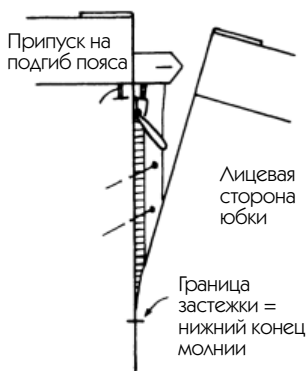

Рис. 270
2. Сначала приколите булавками молнию в застегнутом состоянии, как показано на рис. 270, т. е. располагая бегунок на 0,5 см ниже пояса, а край разреза посередине зубьев.